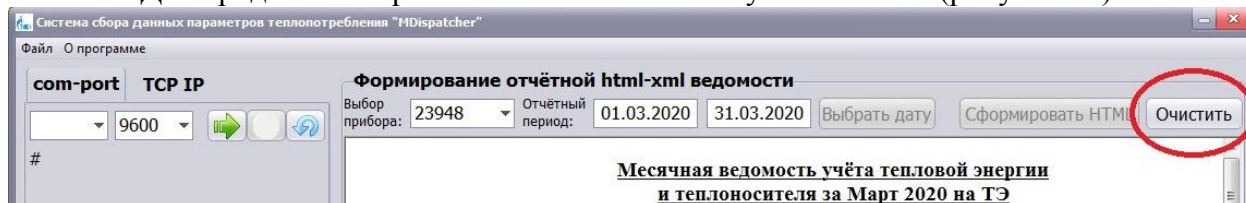

Рисунок 33.
6.9. Для продолжения работы нажмите на кнопку «Очистить» (рисунок 33).